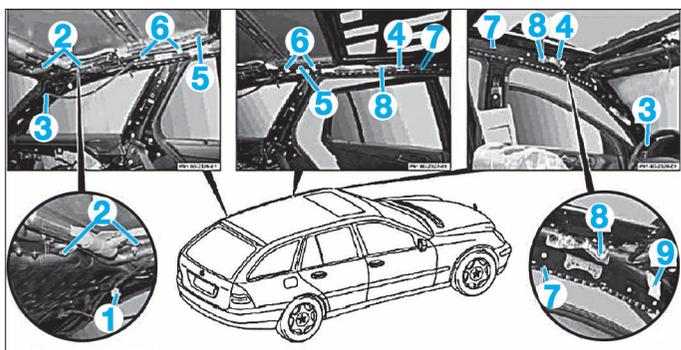

FIG. 6
- Déconnecter le connecteur (1) (Fig.6).
- les écrous (2).
- les vis (3).
- la vis (4).
- Décrocher le flexible d'écoulement d'eau (5).
- Déposer les agrafes (6).
- Déclipper l'airbag rideau (7) des supports (8).
- Retirer du crochet la patte (9) de l'airbag rideau.